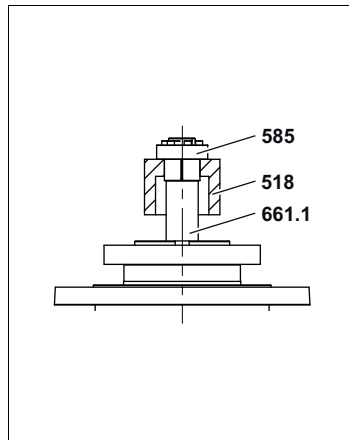

Fig. 9
4. Contrôler la position de l'élément de serrage: L'élément de serrage **585** doit reposer sur la vis principale **661.1** et le rotor intérieur **518**, voir Fig. 9, page 33. Sinon, desserrer à nouveau les vis et réaligner l'élément de serrage.